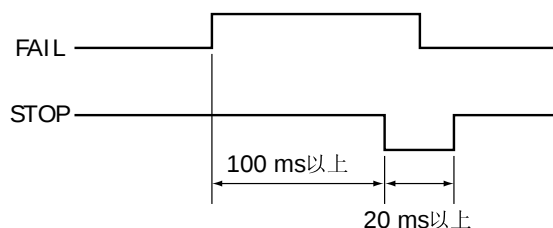

图 6-5 STOP 信号的时限
- 要清除不合格状态的 STOP 信号的时限如图 6-5 所示，应在不合格信号发出后 100 ms 以上，接着发送 20 ms 以上的 STOP 信号。